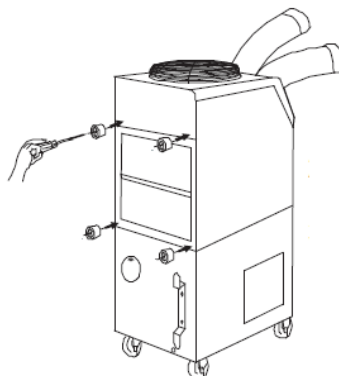

Рисунок 4.
3. Используйте винты (в комплекте), что закрепить резиновые заглушки на задней стенке кондиционера (рис. 4)